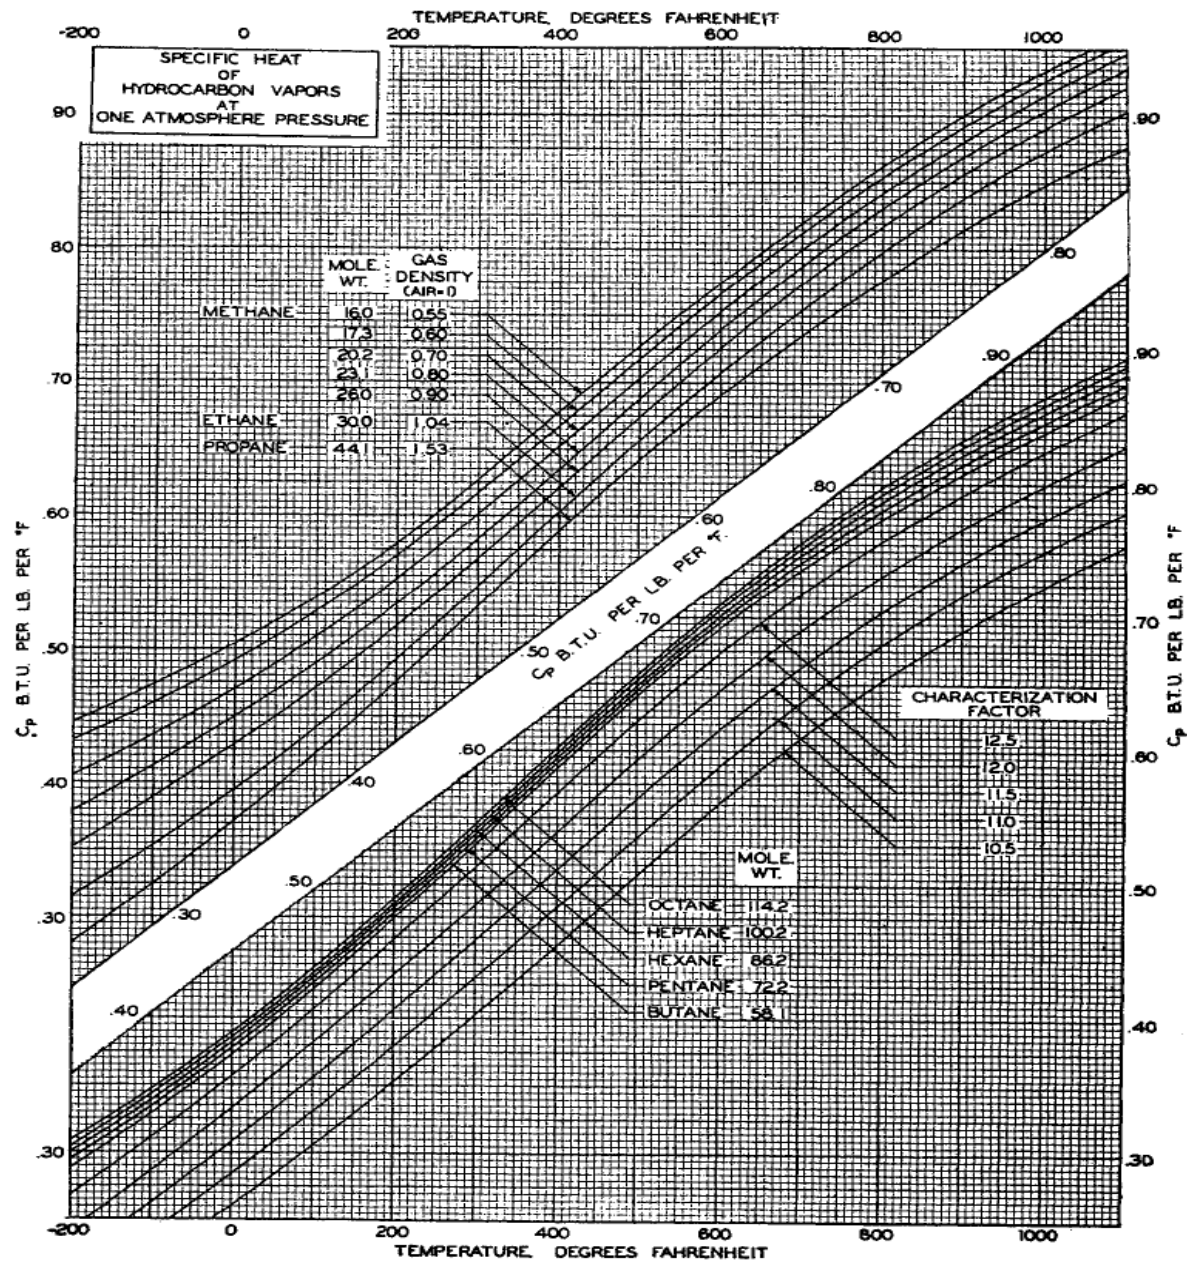

Fig. 4-49. Specific heat of hydrocarbon gases. (Brown, 4-16. Courtesy AIME.)
✓ در این رابطه C_{pi}^0 ، C_p^0 هر جزء گازی در فشار اتمسفر است و از Figure 4-49 حاصل می شود.
✓ نکته مهم: در Figure 4-49، C_{pi}^0 بر حسب $\text{Btu/lb}_m \cdot ^{\circ}\text{F}$ داده شده، بنابراین برای تبدیل واحد
- ب: قانون اختلاط: ابتدا مقادیر C_{pi}^0 را از figure 4-49 تعیین می کنیم. این مقادیر در جدول قرار داده شده اند. در ستون آخر جدول تبدیل واحد انجام شده است.